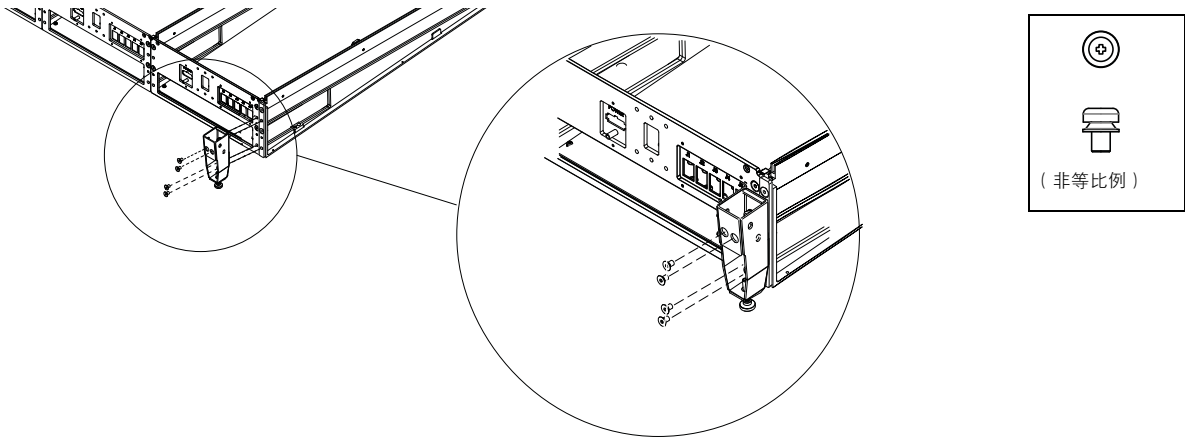

图 22 在机架后端的一端装配一个后端支脚
- 在机架的最左端和最右端，将支脚装配到间隔条和相邻后垫板上（见图 22）。